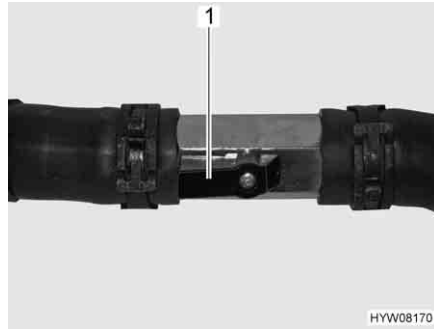

Fig. 198 Torneira de passagem aberta
- Coloque a alavanca (Fig. 198,1) paralelamente à tubagem (Fig. 198). Quanto mais aberta estiver a torneira de passagem, maior é a potência calorífica.